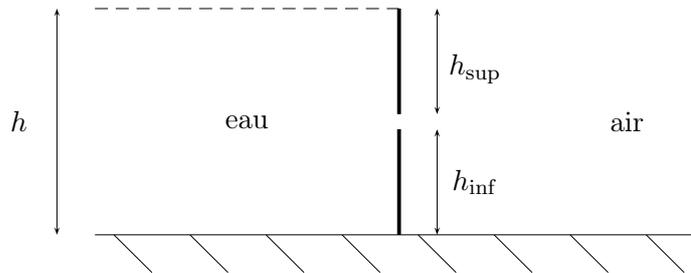

FIGURE 2.2 – Porte verticale.
**Exercice 10.** Un bassin contenant de l'eau sur une hauteur  $h$  est fermé par une porte verticale constituée de deux panneaux plans superposés de largeur  $l$ . On souhaite que chaque panneau supporte le même effort. Les hauteurs des panneaux sont notées  $h_{\text{sup}}$  et  $h_{\text{inf}}$  comme représentées à la figure 2.2. Les altitudes des centres de poussée sont notées  $\lambda_{\text{sup}}$  et  $\lambda_{\text{inf}}$ .